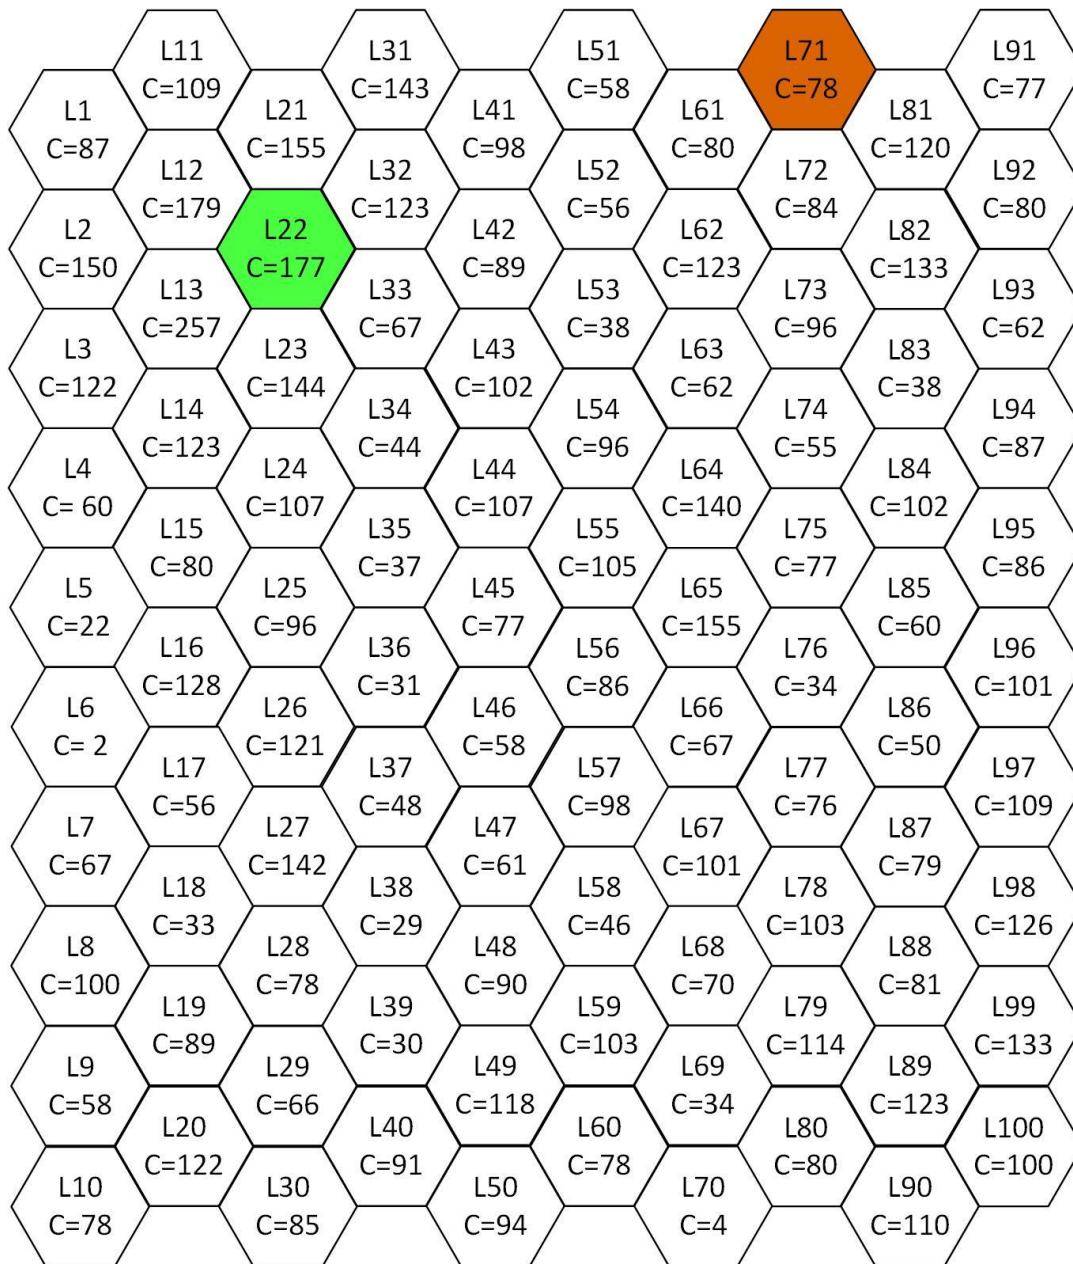

Figure 4.4: Tabu-Search
- Führen Sie den Tabu-Search Algorithmus auf der in Figure 4.4. gegebenen Lösungsmenge jeweils für die zwei unterschiedlichen Startpunkte „L22“ und „L71“ aus. Der Algorithmus soll mit der Stop-Condition $C < 5$ beendet werden und verfügt über eine Tabu-Liste der Länge 8.